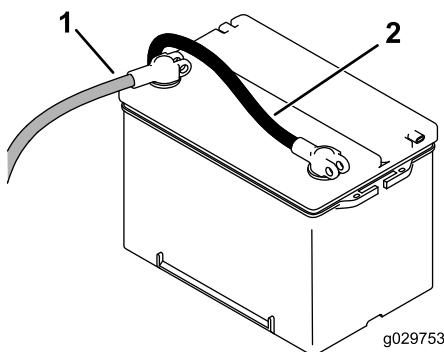

Figure 49
5. Raccordez le câble positif (rouge) de la batterie à la borne positive (+) puis raccordez le câble négatif (noir) à la borne négative (-) (Figure 49).